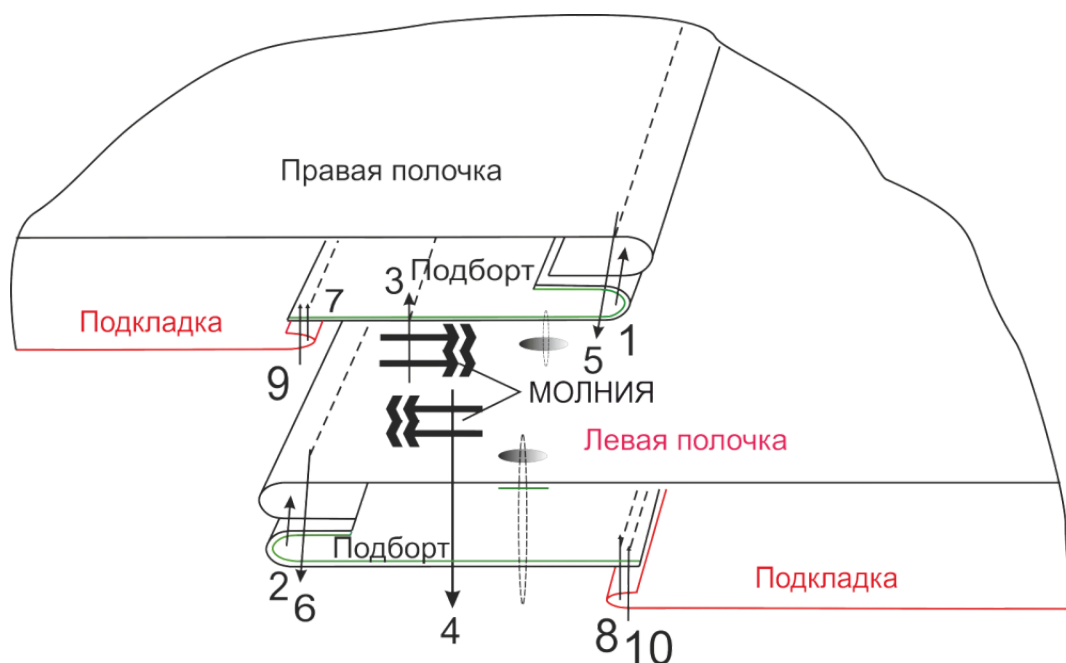

Рис. 4. Схема обработки бортовой застежки куртки
36. Настрочите на левый подборт одну сторону тесьмы-молнии. Настрочите на правую полочку вторую сторону тесьмы-молнии (строчки 3 и 4, рис. 4).